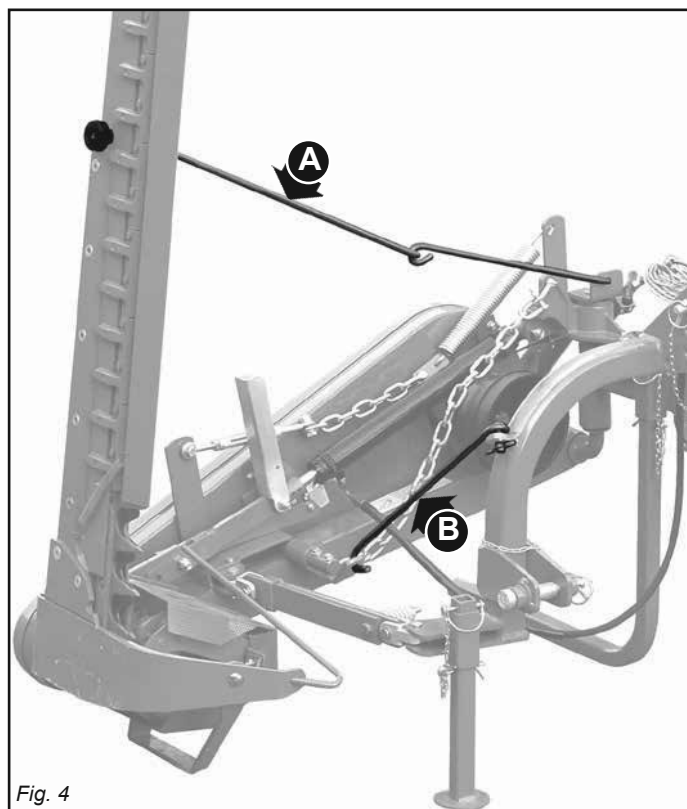

Fig. 4
- 34) Per la fase di trasporto, regolare e fissare le catene dei bracci laterali di sollevamento del trattore; alzare la barra falciante; assicurarla con il gancio di sicurezza (A, Fig. 4); infilare il gancio di sicurezza (B, Fig. 4); coprire le lame taglienti e la scarpa esterna con le apposite protezioni; sollevare l'attrezzatura; mettere in posizione di blocco la leva di comando del sollevatore idraulico.